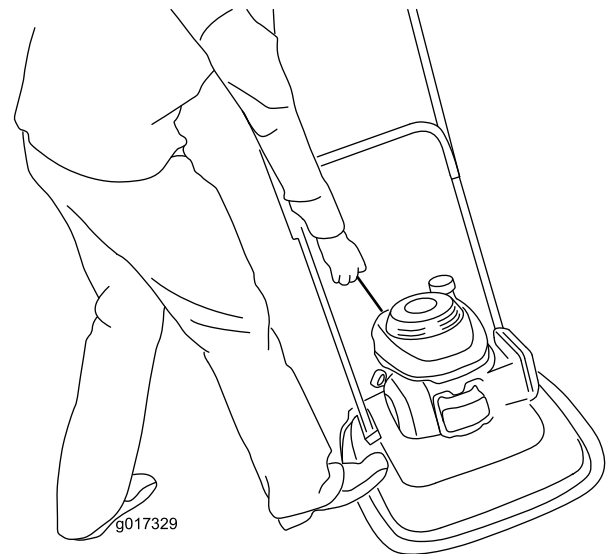

Figura 16
3. Posizionate il piede sul piatto e inclinate la macchina verso di voi (Figura 16).